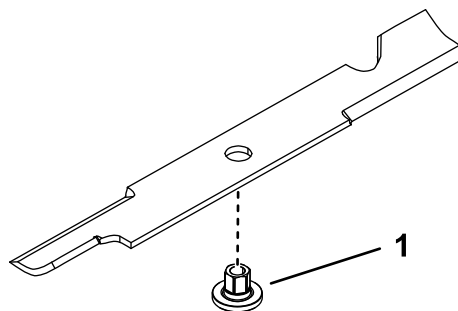

Figura 83
1. Montați buca în lamă cu gulerul bucei pe partea inferioară (care intră în contact cu iarba) a lamei (Figura 83).